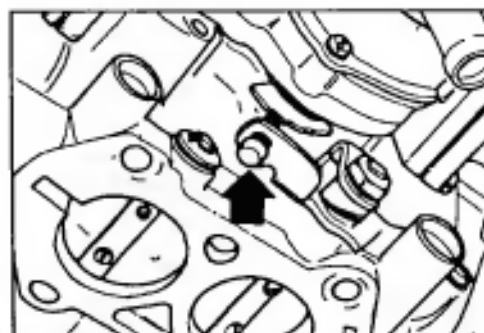

Рис. 3 Регулировочный винт повышенной частоты вращения холостого хода
- Откройте дроссельную заслонку, закройте воздушную заслонку, затем опустите дроссельную заслонку. Регулировочный винт (Рис. 3) должен теперь находиться на вершине кулачка повышенной частоты вращения холостого хода.
- При необходимости снимите предохранительный колпачок с регулировочного винта (Рис. 3) и произведите регулировку.